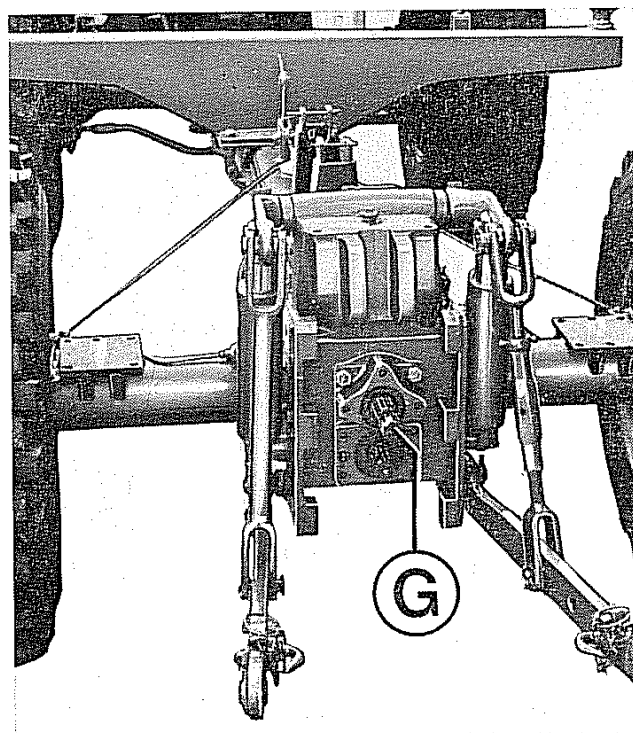

Fig. 38 - Applicazione sollevatore
- Presa di forza posteriore superiore (G fig. 38) unificata per trattori avente profilo ASAE 1 3/8" DIN 9611 A.